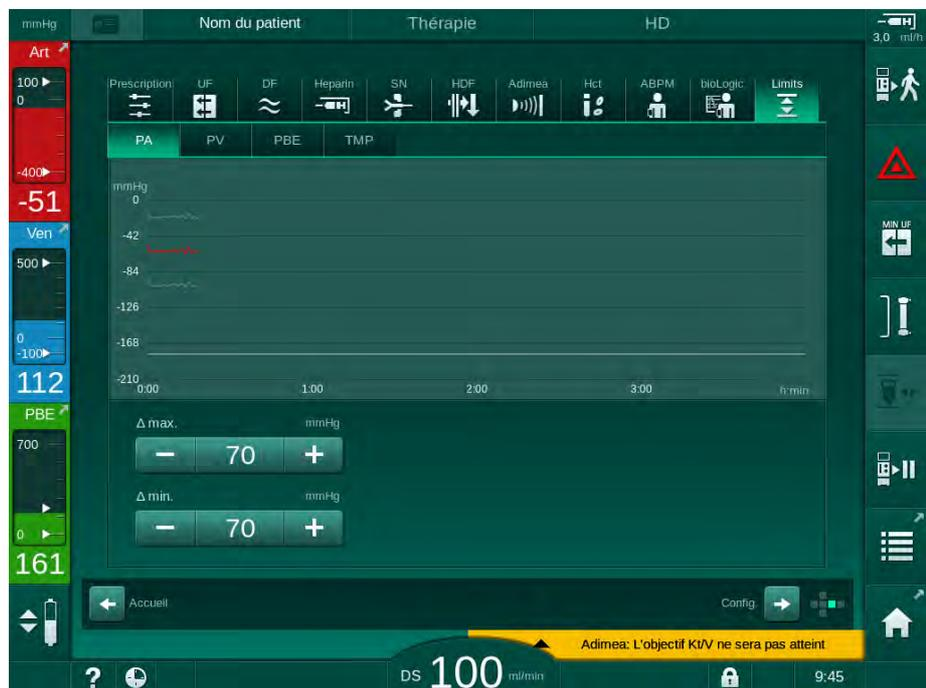
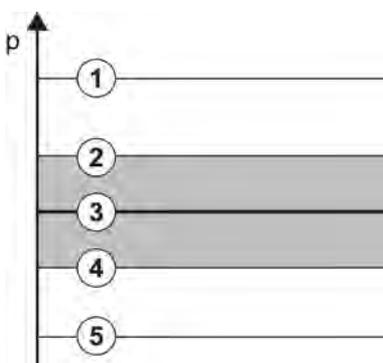

Fig. 5-20 Exemple de limites de pression sur l'écran *Entrée*
Fig. 5-21 Limites de pression
Les pressions sont surveillées par des fenêtres des limites (zone en gris dans Fig. 5-21) définies par la distance respective entre la valeur réelle ③ et les limites inférieure ④ et supérieure ② (valeurs delta min./max.). Le total de ces deux distances fournit la largeur de la fenêtre de limites, à savoir dans l'exemple dans Fig. 5-20 : 70 + 70 = 140 (mmHg).